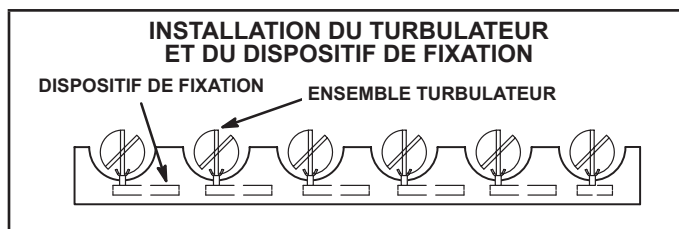

Figure 5
- Insérer soigneusement les ensembles turbulateurs dans les tubes de l'échangeur de chaleur. Les orienter comme illustré à la Figure 5.